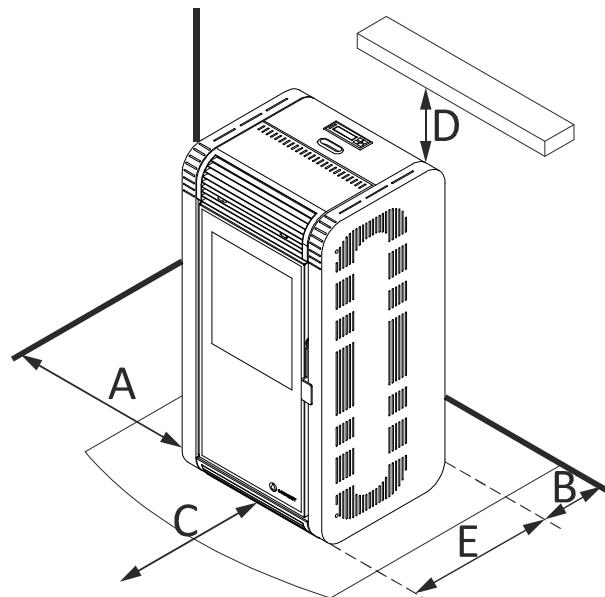

Figura 3
- 4.19.** Confirme os espaços entre a estufa, o combustível e qualquer tipo de material inflamável, confirme na figura 3.